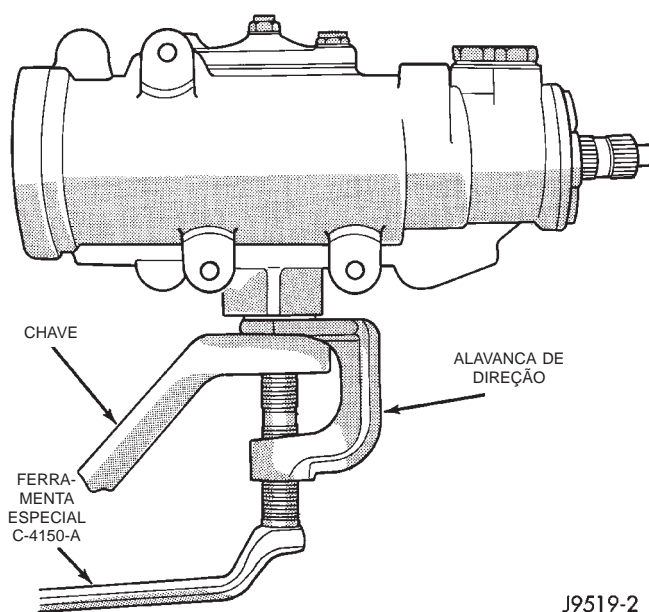

Fig. 5 Sacador da Alavanca de Direção
- (1) Remova o contrapino e a porca da ligação de arrasto com a alavanca de direção.
- (2) Remova a junta esférica da ligação de arrasto da alavanca de direção com o sacador.
- (3) Remova a porca e arruela do eixo da engrenagem da direção. Faça uma marca de referência no eixo e na alavanca de direção para a montagem. Remova a alavanca de direção do mecanismo da direção com o Sacador C-4150-A (Fig. 5).